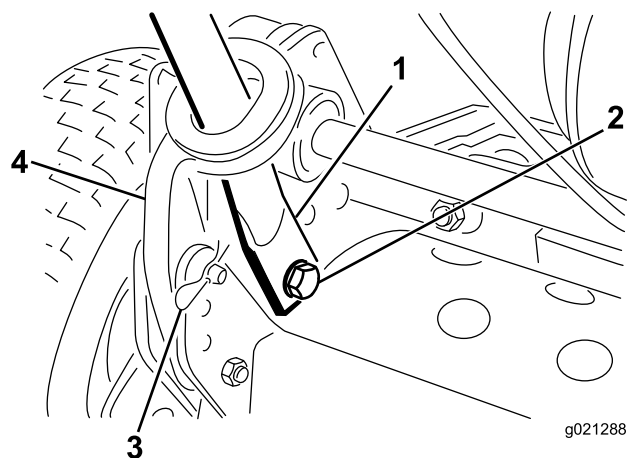

図 3
4. ハンドルの端を内側にたわめながら、取り付けピンに通す（図 3）。
5. 先ほど外したボルトとワッシャとロックワッシャを使って、ハンドルの端部を取り付けピンに固定する（図 3）。
6. 先ほど取り外したヘアピンコッターとリングピンを使ってハンドルアームをフレームに固定する（図 3）。